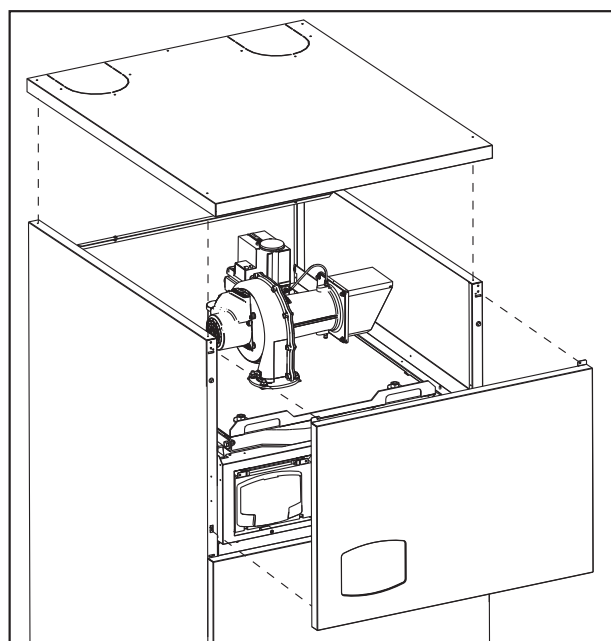

рис. 68
1. Снимите переднюю верхнюю панель и крышку (рис. 68).